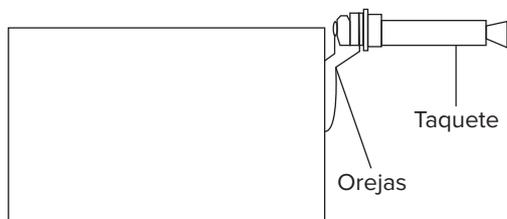

Figura 3
- E. Monte el Terrométero en acoplador utilizando las orejas de sujeción. (Ver figura 3)